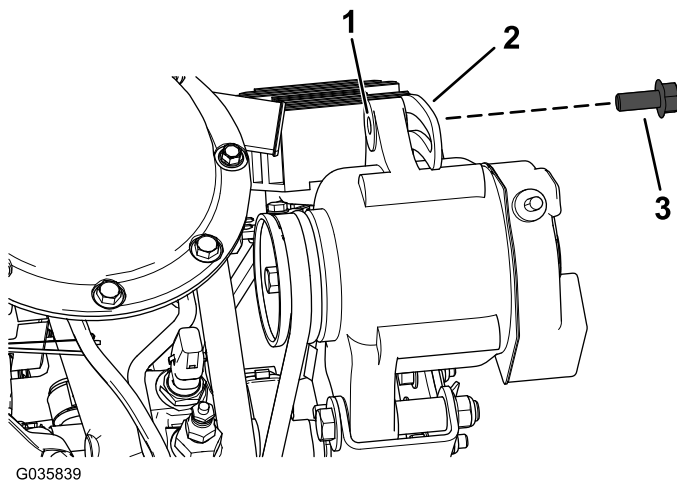

Figura 13
5. Instale provisionalmente el tornillo de cabeza hexagonal con arandela prensada (M8 x 20 mm) por la ranura del soporte del alternador y el orificio del alternador (Figura 13).